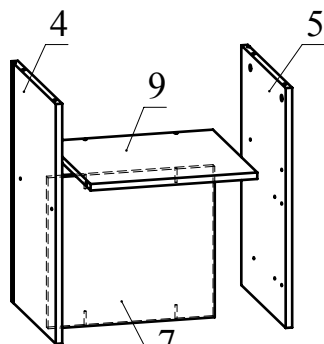

Рис.7
5. Установите деталь 9 между деталями 4 и 5 и зафиксируйте, повернув конфирматным ключом головки минификсов по часовой стрелке до упора. Соедините детали 7 и 9 при помощи конфирматов (Рис. 7).